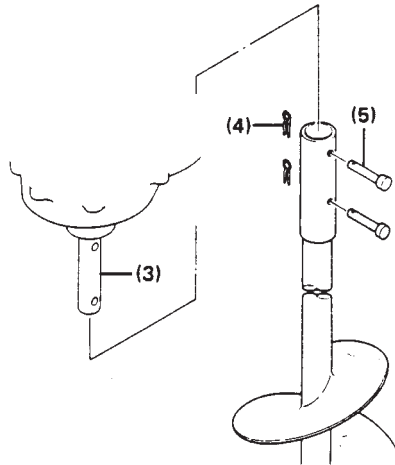

Fig. 2
- 3) Om de boor te monteren, moet u eerst het motorgedeelte op de grond zetten. Plaats de boor op de aandrijf-as. Zorg ervoor dat de gaten van de aandrijf-as en de boor op één lijn liggen, plaats de meegeleverde bevestigingspennen in de gaten en bevestig deze met de klikpennen; maak hierbij gebruik van een tang. (Fig 2)